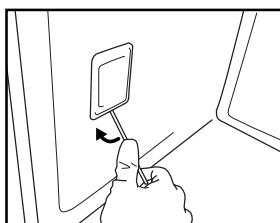

Fig. 7
3. À l'aide d'un tournevis à tête plate que vous utiliserez pour faire levier vers l'extérieur, dégagiez le capot de l'ampoule (Fig. 7).